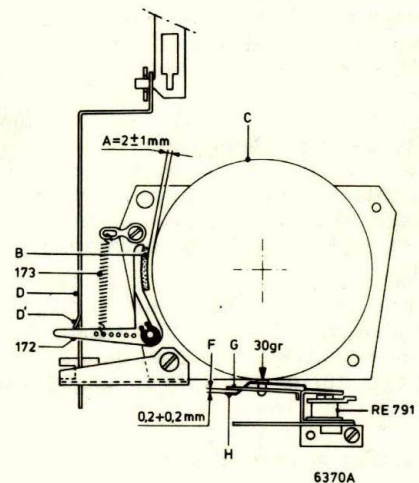

Fig. 40
### Tegenfrictiekoppel van de bovenste spoelschotel (zie fig. 40).
**l. Electromagneet RE791 (fig. 40)**